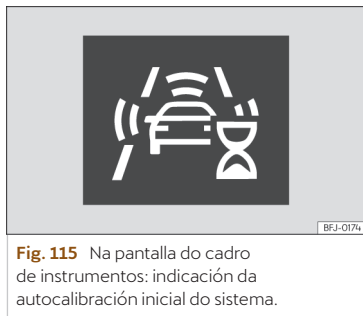

Fig. 115 Na pantalla do cadro de instrumentos: indicación da autocalibración inicial do sistema.
- Durante os primeiros instantes de condución tras conectar o acendido, a causa da autocalibración inicial do sistema. Durante ese período, amósase unha icona de estado >>> **fig. 115.**